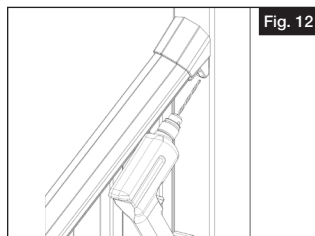
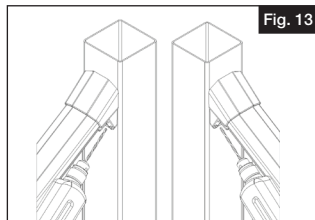

Fig. 12
Fig. 13
- a. Centre el soporte en el poste. Usando los orificios en el soporte como guía, taladre previamente uno de los orificios inferiores con una broca de $\frac{5}{32}$ " (Fig. 12). Atornille uno de los tornillos de 3" n.º 10 en este orificio. Taladre previamente el otro orificio inferior y atornille otro tornillo de 3" en este. Ahora taladre previamente los 2 orificios superiores en el soporte (Fig. 13). Atornille dos tornillos de 2" más en estos orificios. Tenga cuidado de no ajustar demasiado.